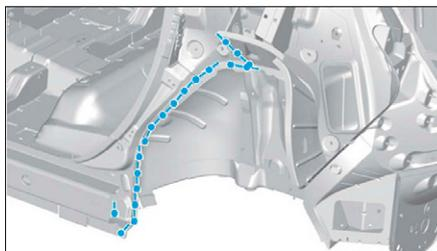

FIG. 194
- Préparer les bords d'accostage et les protéger par un apprêt soudable (Fig.194).